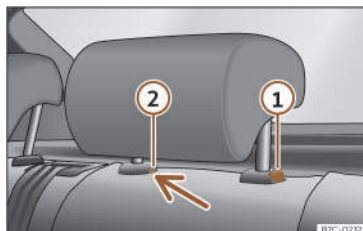

Fig. 88 Poggiatesta posteriore: smontaggio.
- Premere il tasto >>> **fig. 88** ①, premendo al tempo stesso attraverso il foro della sicura ② con un cacciavite piatto di massimo 5 mm di larghezza e rimuovere il poggiatesta.